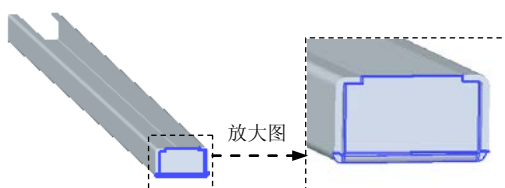
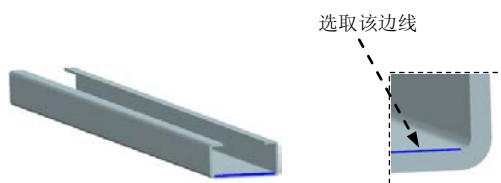

图 8.13.145 弯边特征 1
图 8.13.146 定义附着边
Step3. 创建图 8.13.145 所示的弯边特征 1。
(1) 选择命令。单击“主页”功能选项卡“钣金”工具栏中的“弯边”按钮 .
(2) 定义附着边。选取图 8.13.146 所示的模型边线为附着边。
(3) 定义弯边类型。在 **距离** 文本框中输入值 20, 在 **角度** 文本框中输入值 90, 单击“外部尺寸标注”按钮  和“材料内侧”按钮 ; 调整弯边方向如图 8.13.145 所示。